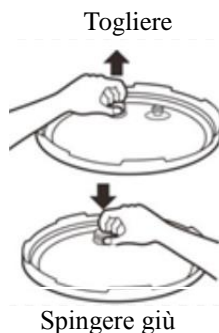

Figura 18
2. Per la pulizia del corpo esterno (13) utilizzare una spugna non abrasiva o un panno inumidito. Non immergere MAI il corpo esterno (13) in nessun liquido né versare alcun liquido dentro lo stesso.
3. Eliminare il recipiente di condensa (12) sciacquare accuratamente e lasciare ad asciugare. Pulire il copro principale interno (13) e l'anello superiore (9) con una spugna inumidita o con un panno.
4. Eliminare la valvola di limitazione di pressione (3) prendendola e tirando verso alto. Sciacquare con l'acqua calda ed asciugare.
5. Pulire il coperchio (2) con l'acqua calda con il sapone compreso l'anello di tenuta in gomma (18), il filtro (17), la valvola, la valvola di sicurezza (4) e lasciare ad asciugare per bene.
6. Sulla parte inferiore del coperchio sotto la valvola di limitazione della pressione (3) è un piccolo filtro in metallo (17) che è possibile facilmente togliere ai fini di pulizia (Figura 18).
8. Lavare la pentola interna (6), la griglia (20) e il coperchio dal vetro temperato (21) con l'aiuto di una spugna non abrasiva e lasciare ad asciugare all'aria o utilizzare un panno da cucina. Si sconsiglia utilizzare qualsiasi tipo di paglietta in ferro che potrebbe raschiare la superficie antiaderente della pentola interna (6).
Togliere il filtro (17) tirando nel senso verticale e pulirlo. Nel caso in cui si vuole di nuovo bloccare il filtro, semplicemente inserire il filtro (17) e spingere giù per bloccarlo (Figura 18).